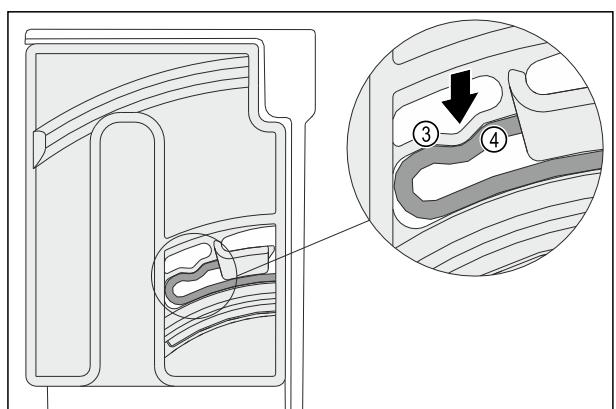

Fig. 127
- ▶ Еластичний елемент Fig. 127 (3) поворотного модуля зафіксується з характерним звуком у заокругленні ребра Fig. 127 (4).